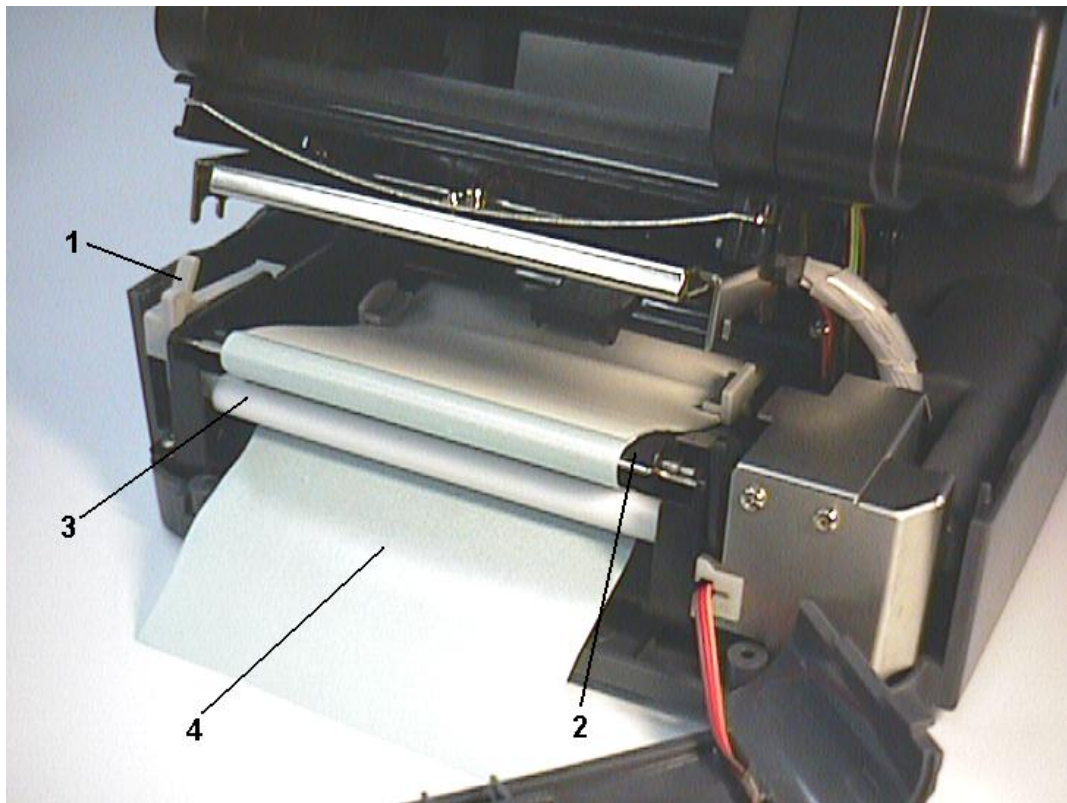

Figura 7. Configuración de la impresora para la función "auto-separación"
2. Quite, rompiéndolas, una o dos de las primeras etiquetas del soporte de etiquetas, según el caso. Alimente el papel respaldo entre la bandeja y el rodillo blanco de "auto-separación", tal y como se muestra en la Figura 7.